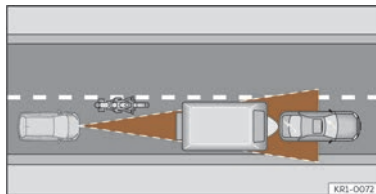

Fig. 143 Motociclista circulando por delante fuera del radio de acción del sensor de radar.
- Vehículos que circulen desalineados o fuera de la zona de detección del sensor, por ejemplo, motocicletas >>> **fig. 143.**